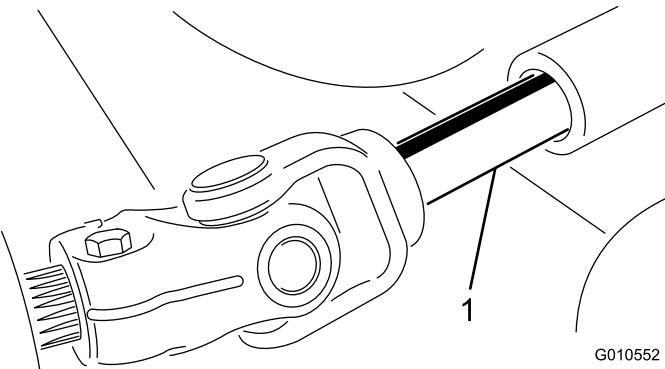

Figure 25
5. Eloignez le plateau de coupe de la machine, en séparant les parties mâle et femelle de l'arbre de PDF (Figure 25).
3. Insérez l'arbre de PDF mâle dans l'arbre de PDF femelle (Figure 25).